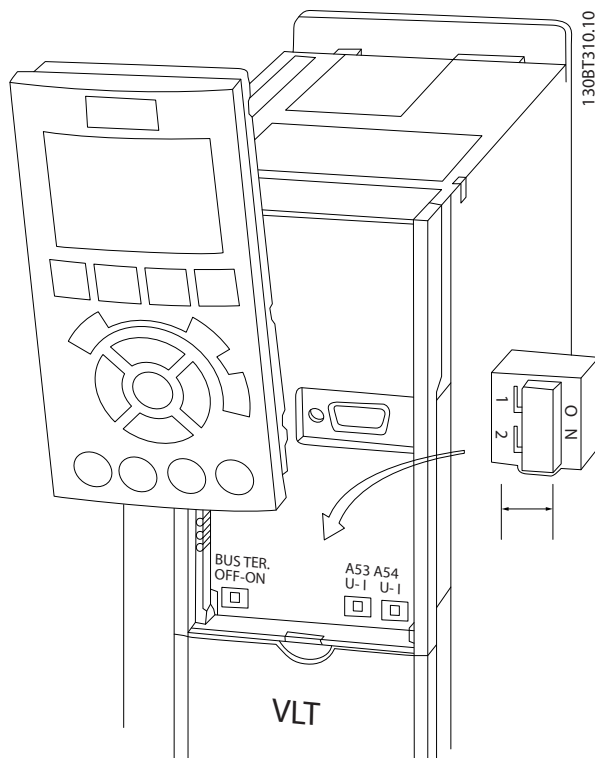

Bild 2.22 Placering av switcharna för plintarna 53 och 54
- Switcharna är tillgängliga när LCP har tagits bort (se *Bild 2.22*). Observera att vissa tillvalskort som är tillgängliga för enheten kan täcka över dessa brytare och måste tas bort vid brytarinställningar. Koppla alltid bort ström till enheten innan tillvalskortet tas bort.